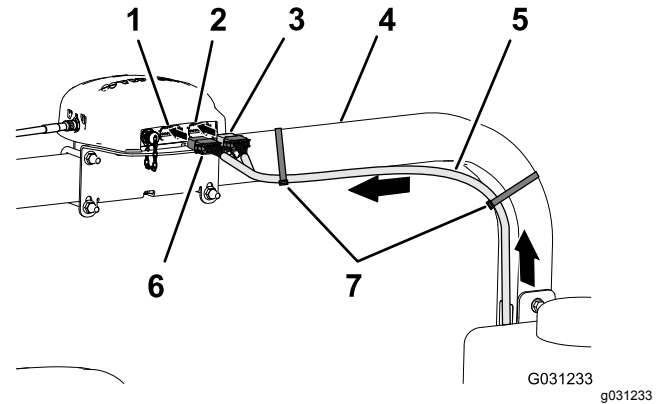

Figura 158
2. Enrute la rama de 390 cm del arnés de datos por el tubo derecho del ROPS con el conector hembra de 12 vías (gris) y el conector hembra de 12 vías (negro) hacia arriba hasta el receptor de navegación (Figura 158).
- Sujete la rama de 390 cm del arnés de datos al tubo derecho del ROPS con 2 bridas, según se muestra en Figura 158.